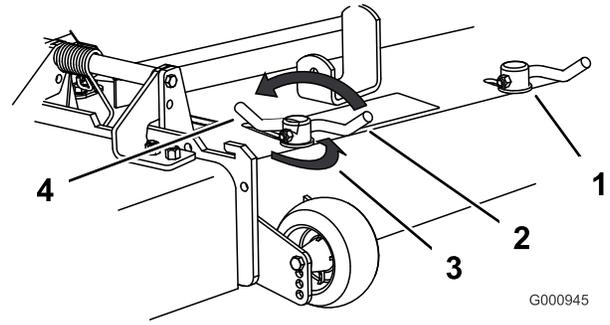

Figure 26
3. Pour régler les verrous à came, soulevez le levier pour desserrer le verrou (Figure 26).
5. Repoussez le levier à sa position d'origine pour serrer le déflecteur et les verrous (Figure 26).